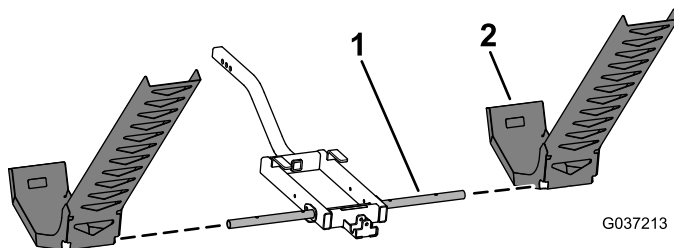

Рисунок 4
3. Наденьте левый и правый наклонные въезды разбрасывателя на поворотный вал разбрасывателя (Рисунок 4).